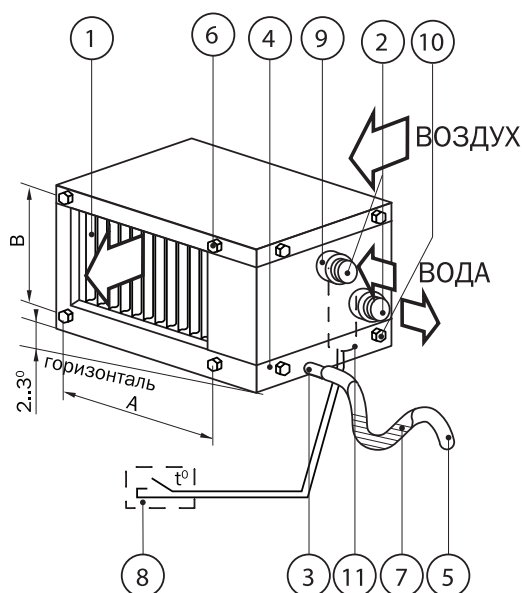

Рисунок 34. Устройство водяного воздухоохладителя:
Для свободного слива конденсата из поддона устанавливать воздухоохладители в канал вентиляции необходимо с небольшим наклоном (2–3°) к горизонтали в сторону сливного патрубка (см. рис. 34).
Монтаж воздухоохладителей в системе вентиляции осуществляется путем крепления его к ответным фланцам воздухопроводов или других агрегатов вентиляционной системы при помощи болтов (6 на рис. 34), предварительно вывернутых из корпуса (усилие затяжки не более 2 кг/м). Необходимо обязательно герметизировать стыки соединения легкосъемным уплотнителем для возможности демонтажа корпуса при техническом обслуживании.
На патрубок (3 на рис. 34) надевается дренажный шланг (5) с внутренним диаметром Ø20 мм для отвода образующегося при работе конденсата из поддона (4). Уклон шланга при прокладке должен быть не менее 0,01-0,02 (без подъемов и провисаний).
Для предотвращения засасывания конденсата обратно в систему рекомендуется установить на сливном патрубке специальный сифон либо организовать на сливном шланге участок засифонивания – изгиб (7 на рис. 34).
Для контроля работы воздухоохладителя достаточно установить датчик температуры теплоносителя на выходе в нижней части соответствующего патрубка водяного коллектора (2 на рис. 34). Датчик устанавливается взамен заглушки 11 при снятом поддоне 4. Кабель от датчика проводится через боковую стенку корпуса в любом удобном месте при обеспечении герметизации отверстия ввода.